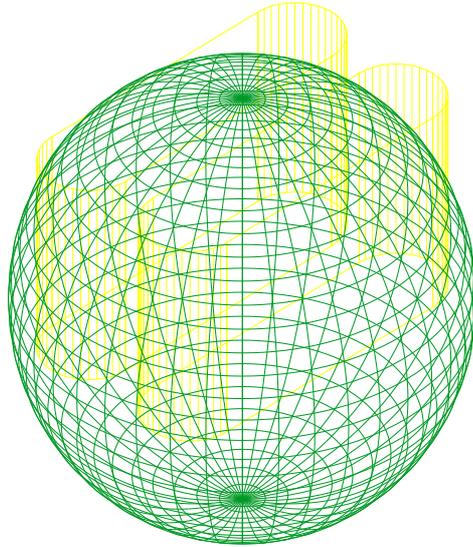

Рис. 11
- Сделать слой осей невидимым, слой выступов – видимым (рис. 11):
В ответ на следующие запросы левой кнопкой мыши выделить сферу и выступы (рис. 11).